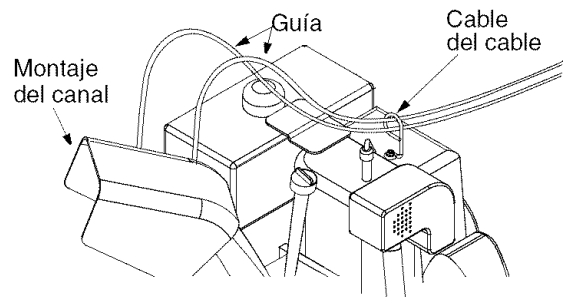

Figura 7
11. Si todavía no están instalados, deslice los cables que van desde el panel de la manija al canal de descarga dentro de la guía del cable ubicada en la parte superior del motor. Vea la Figura 7.